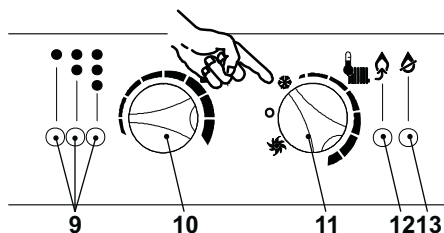
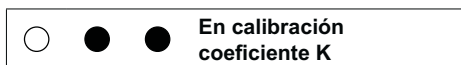
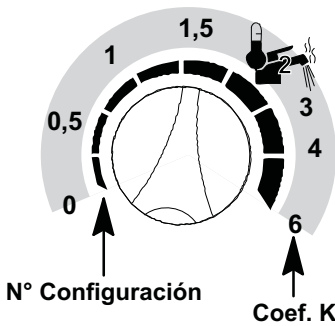

Fig. 5.42
Fig. 5.43
Fig. 5.44
- Colocar el selector 11 como se indica en la Fig. 5.42; la luz de señalación 9 parpadeará con una intermitencia de dos segundos aproximadamente.
- Mantener pulsado el botón de restablecimiento 12 de la Fig. 5.42 durante unos 10 segundos; la luz de bloqueo de la 13 de la Fig. 5.42 comenzará a parpadear.
- Para calibrar el Coeficiente K, los indicadores luminosos de señalación 9 de la Fig. 5.42 deben mostrarse como en la Fig. 5.43 (leyenda de los indicadores luminosos en el Cap."Características generales" pág. 7).
- Si no se muestra esta secuencia, pulsar el botón de restablecimiento 12 de la Fig. 5.42 hasta que se llegue a la visualización (5 veces).
- Para mostrar la configuración programada, mantener pulsado el botón de restablecimiento 12 en la Fig. 5.42 durante unos 5 segundos. Los indicadores luminosos de señalación 9 en la Fig. 5.42 parpadearán un número de veces equivalente a la configuración (Fig. 5.44).
- Para cambiar la programación, girar el mando de regulación de temperatura de los sanitarios 10 en la Fig. 5.42 y colocarla en el valor de K deseado de la Fig. 5.44 (en la figura, por ejemplo, el mando está programado para K 1,5), la luz de señalación de bloqueo 13 en la Fig. 5.42 parpadea rápidamente.
- Para memorizar la configuración, pulsar el botón de restablecimiento 12 en la Fig. 5.42 durante unos 5 segundos, los indicadores luminosos de señalación 9 de la Fig. 5.42 parpadearán simultáneamente como en la Fig. 5.45.